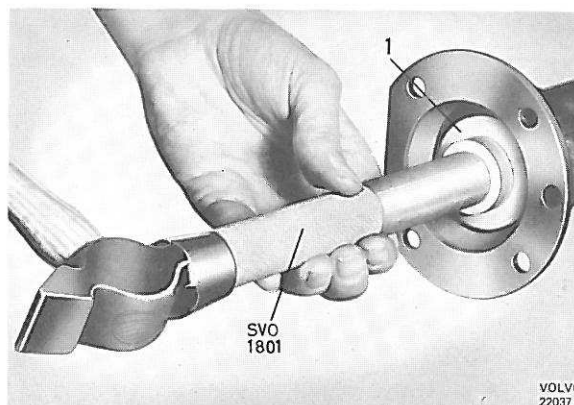

Figure 14. Remontage de la bague d'étanchéité
4. Enfoncer la nouvelle bague d'étanchéité en veillant à ce qu'elle soit correctement centrée. Se servir de la poignée de base SVO 1801 et du mandrin SVO 2456, figure 14.